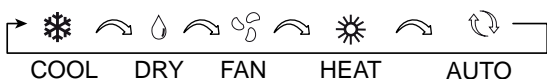

Afb. 26: De ventilatorsnelheid instellen
- Elke keer dat er op de FAN-knop wordt gedrukt, wordt het ventilatieniveau gewijzigd in de volgorde zoals getoond in Afb. 26.